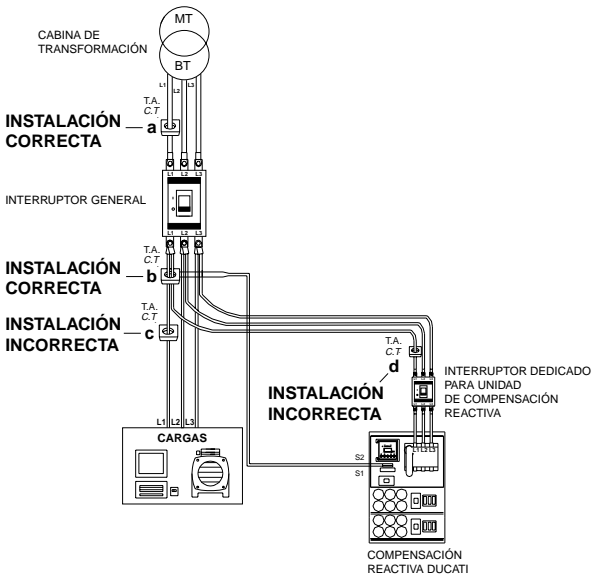

FIG.5 – Posicionamiento del T.A.
- El T.A. **debe ser conectado** en posición previa al sistema de compensación reactiva y en posición sucesiva a la carga (véase **Fig. 5**, posiciones **a** y **b**).
- El T.A. **no debe conectarse jamás** directamente con la alimentación de la carga (véase **Fig. 5** posición **c**) o directamente con la alimentación de la compensación reactiva (véase **Fig. 5** posición **d**).
- **En modalidad de conexión FF1** el T.A. debe ser conectado en la fase que no se utiliza para la alimentación voltimétrica del regulador. Si el regulador está montado en la unidad de combinación reactiva DUCATI ENERGIA, la fase del T.A. **debe ser** L1/R (véase **Fig. 5**, posiciones **a** y **b**).